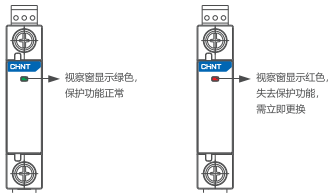

图3 NXU-I+II 状态指示
5.1 安装使用前先检查电涌保护器标志与所使用的工作条件是否相符；电涌保护器状态指示，如下图3